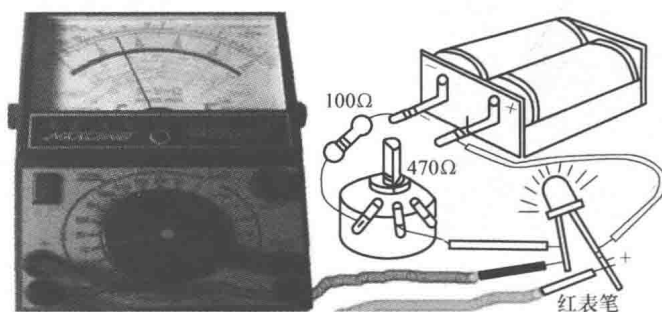

图1-3 用万用表测量电压图
③ 读数:直流电流档刻度线为第二条,如选 100mA 档时,可用第三行数字,读数后乘 10 即可。交流电流的正确读数是通过读出电阻两端交流电压的方法换算成被测电路的电流。
① 量程的选择:用万用表的直流电压档和交流电压档分别测量直流电和交流电的电压值,测量时应将万用表与被测电路以并联的形式连接上,且要选择表头表针接近满刻度偏转 $2/3$ 的量程。如果不知道电路电压的大小,应首先选用最大的量程测量,然后逐渐减少至合适的量程。
② 测量方法:测量直流电压时,万用表应与被测电路并联。红表笔接被测电路和电源正极相接处,黑表笔接被测电路和电源负极相接处,如图 1-3 所示。